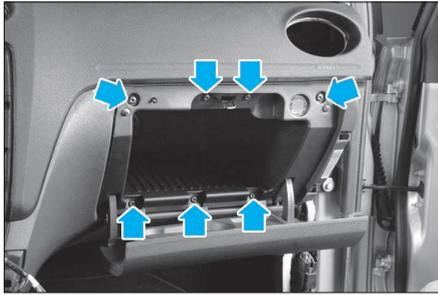

FIG. 33
- Ouvrir la boîte à gants et déposer les 7 vis (Fig.33).